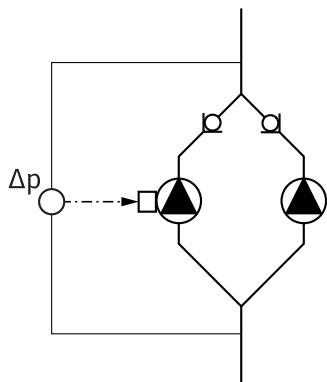

Fig. 18: Eksempel, forbindelse differansestrykkgiver
- I eksempelet i Fig. 18 er masterpumpen den venstre pumpen i strømningsretningen. Koble differansetrykkgiveren til denne pumpen.
- Målepunktene til differansetrykkgiveren på masterpumpen må – i respektivt kollektorrør – ligge på suge- og trykksiden til dobbelpumpenanlegget (Fig. 18).